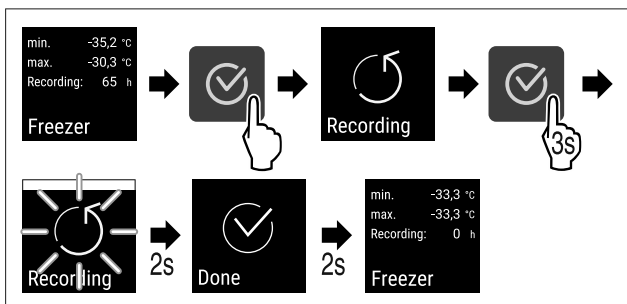

Fig. 68
- ▶ Eseguire i passi (vedere Fig. 68).